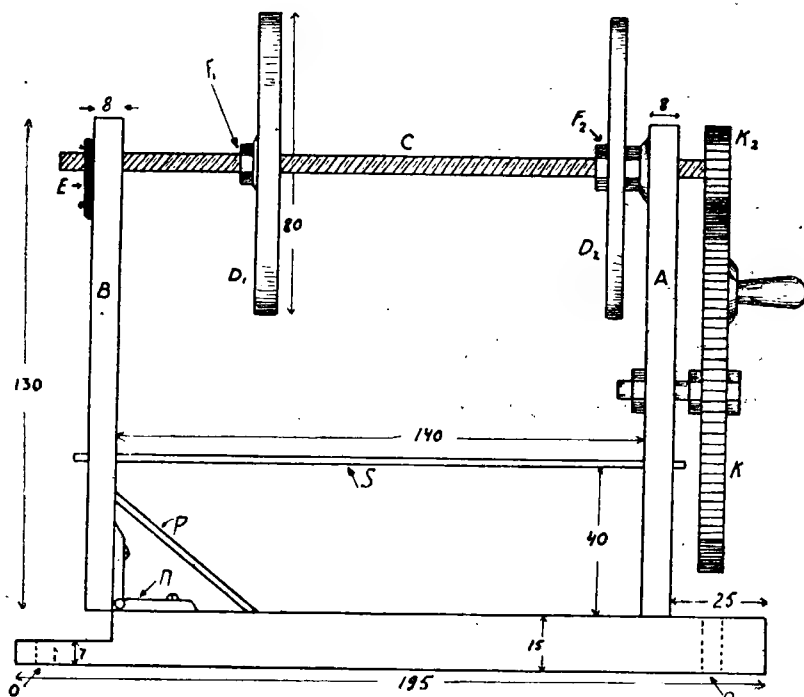
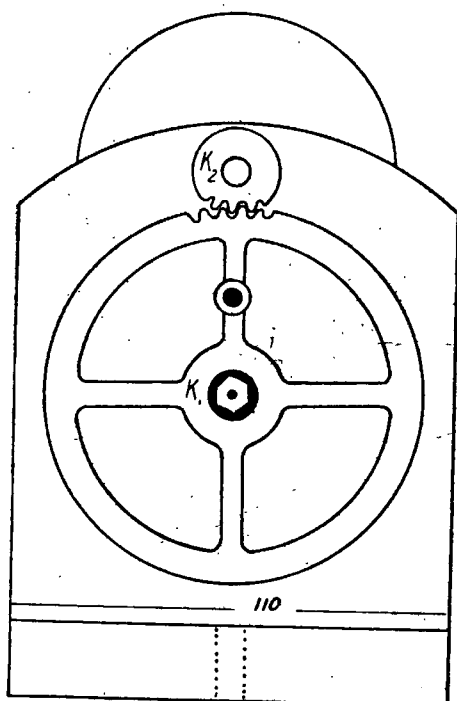
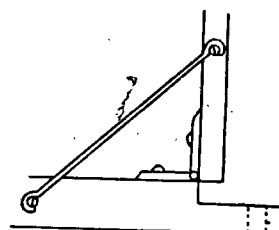

Рис. 1
Рис. 2
Рис. 4
Как видно из рис. 1, станок состоит из прямоугольного деревянного основания, на котором укреплены две стойки. Одна из
вертикальное положение. Главными деталями станка являются: зубчатое колесико K_1 (от стальных часов) и маленькая шестерня K_2 (см. рис. 2). Колесико (диаметром 100 мм) имеет 100 зубцов, а шестерня (диаметром 10 мм) имеет 10 зубцов. Конечно, можно взять колесо и шестерню другой величины (тогда соответственно изменятся размеры станка), но надо стараться, чтобы отношение зубцов было по возможности больше (в данном случае 1:10). Маленькая шестерня припаяна на конец металлического стержня (С), снабженного винтовой нарезкой $\frac{3}{16}$ дюйма по всей длине. Стержень должен иметь три гайки. Кроме того, на стержне находятся два фанерных кружка. Один из них (D_1) передвигается по всему стержню, другой же (D_2) при помощи двух гаек закреплён неподвижно. С левого конца, во избежание «подскакиваний» во время работы станка, стержень придерживается крючком Е (см. рис. 1 и 3). В центре большого зубчатого колеса привинчена штепсельная вилка, которая вставляется в гнездо, укрепленное в стойке А, благодаря чему колесо свободно вращается. Крючок Р (см. рис. 4) удерживает стойку (В) в вертикальном положении. Деталь (S) представляет собой деревянную палочку, свободно входящую в соответствующие высверленные отверстия в стойках А и В. На эту палочку во время работы станка